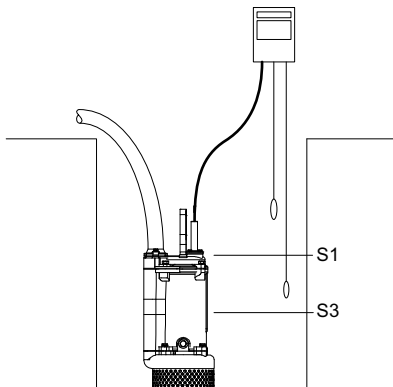

Рис. 1 Уровень жидкости
- в переменном режиме с частичным погружением насоса, S3. См. рис. 1.